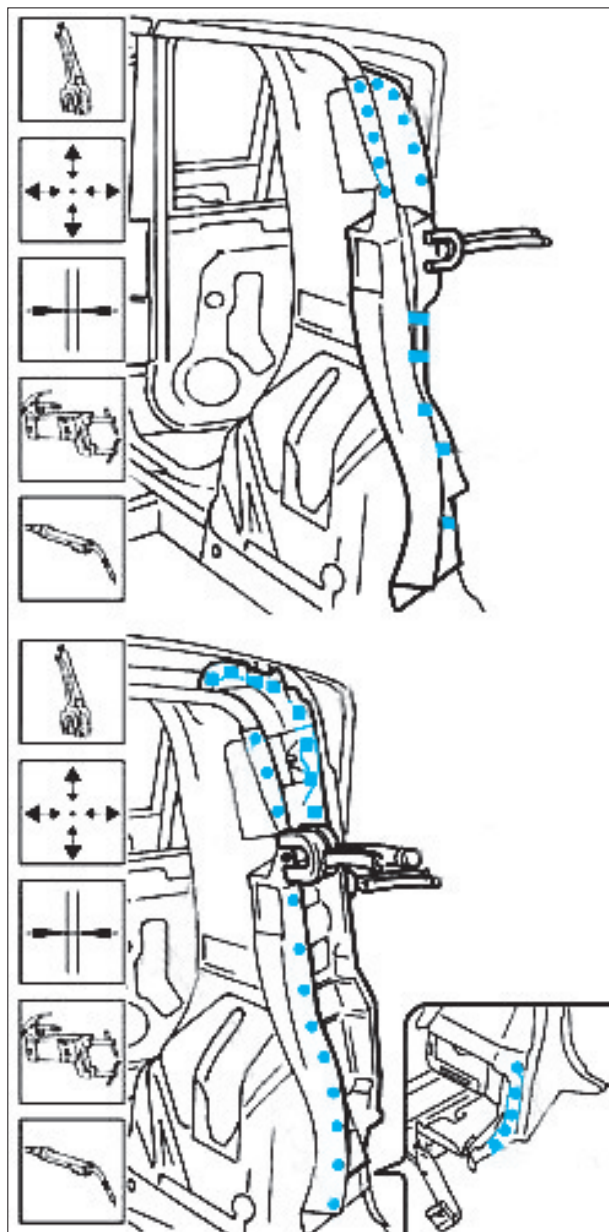

FIG. 30
- Ajuster la tôle support de feu arrière avec le bouclier arrière, les feux arrière et le hayon, puis souder comme illustré (Fig.30).